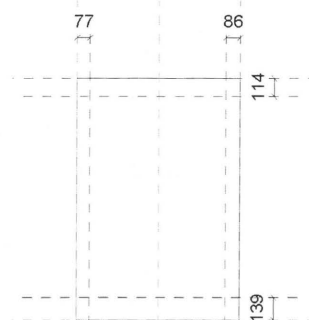

Fig. 08.20. Sæt mål på.
- Sæt mål på mellem *Reference Plane* på alle fire sider (Fig. 08.20).